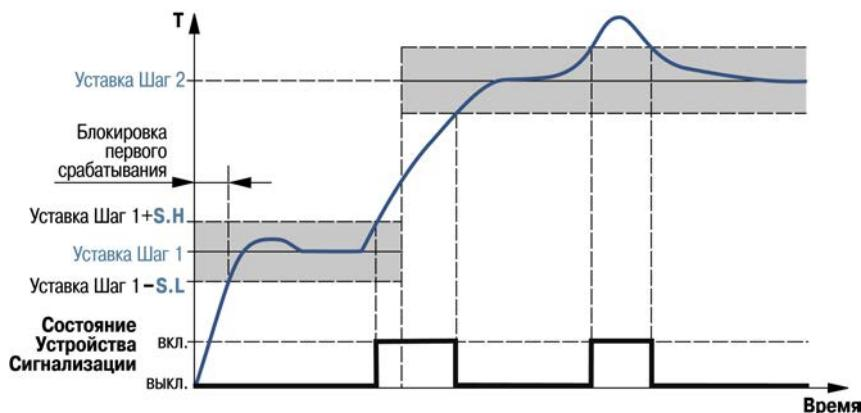

Рисунок 3.8 - Пример логики работы и блокировки срабатывания Устройства сигнализации при U-образной логике
2) при выходе регулируемой величины за заданные пределы – U-образная логика ($SIG.t = S.otn$) (рис. 3.8);